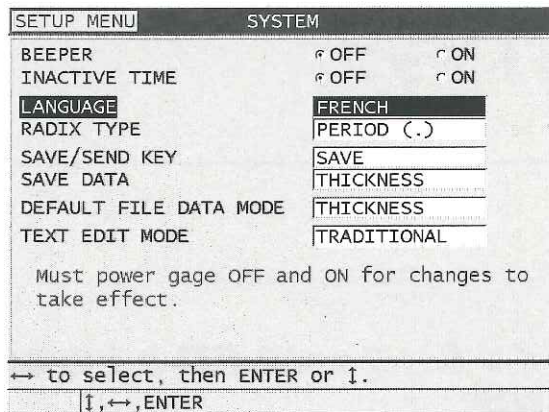

図 4-1 ユーザーインターフェイス言語の選択
3. **SYSTEM** (システム) 画面で、以下の操作を行います (46 ページ図 4-1)。